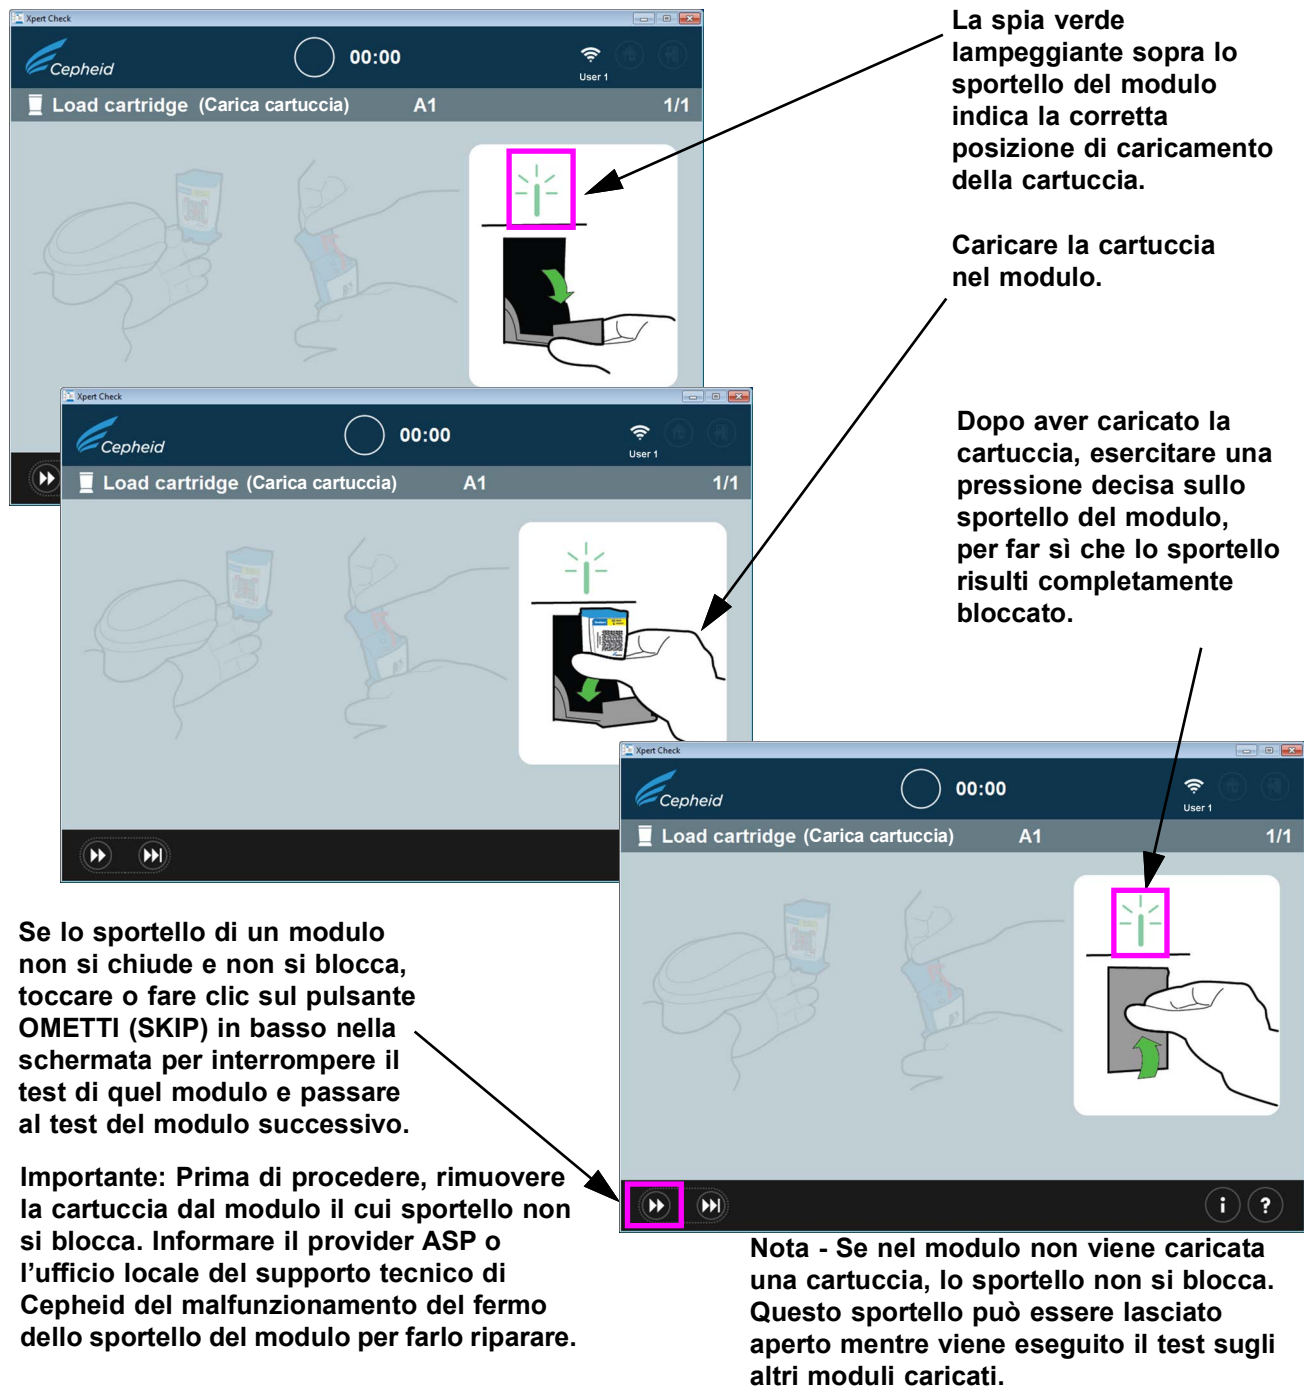

Figura 2-17. Caricamento della cartuccia all'interno del modulo
Una volta completata la scansione del codice a barre di una cartuccia, si osserverà nel sistema una spia verde che lampeggia sopra lo sportello del modulo in cui verrà caricata la cartuccia. (Vedere la Figura 2-17).
- D. Caricare la cartuccia nel modulo (con la linguetta della provetta di reazione rivolta in direzione opposta all'operatore), come indicato nelle schermate animate del software. Vedere la Figura 2-17.